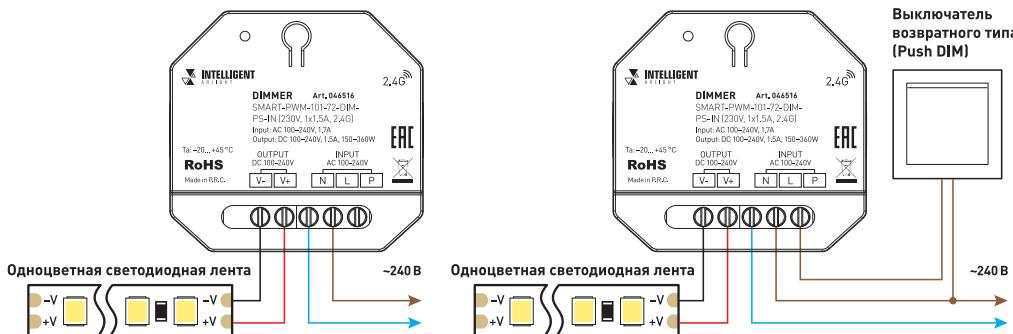

Рис. 1. Схемы подключения диммера
- Подключите диммер согласно схеме, приведенной на рис. 1 [функция Push DIM].